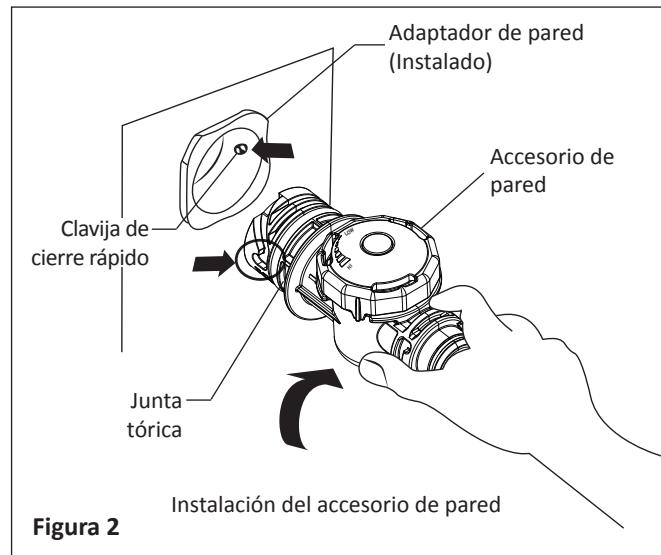

Figura 2
- Inserte el adaptador de accesorio de pared en el conducto de retorno enroscado 1-1/2" NPT. Apriete manualmente hasta que esté ajustado. **Véase figura 2.**
- Alinee el accesorio de pared con la clavija de cierre rápido dentro del adaptador de pared. Empuje el accesorio de la pared en el adaptador hasta que toque el fondo de la pared. Gire ¼ en el sentido horario para bloquear el accesorio de pared. **Tire suavemente hacia afuera para un mejor ajuste y así engarzar las clavijas de cierre rápido. Véase la figura 2.**